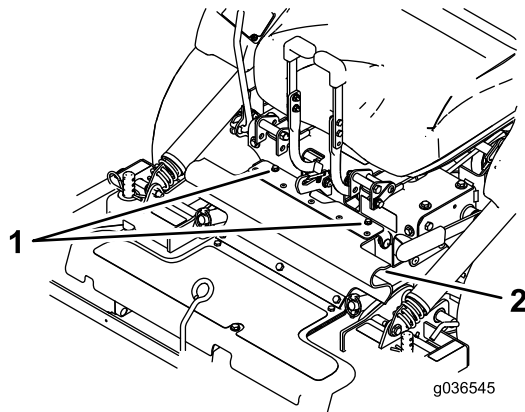

Figura 10
3. Afloje los pernos de sujeción del protector de goma (Figura 10).